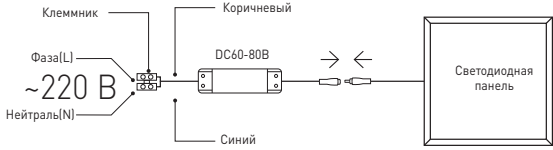

Рис.1. Схема подключения светодиодной панели к сети 220В.
- либо к проводу источника питания с помощью внешнего клеммника (в комплект не входит) в соответствии со схемой, изображенной на рис.1;
3.4.3. Далее необходимо соединить соответствующие разъемы источника питания и провода питания панели, см. рис.1.